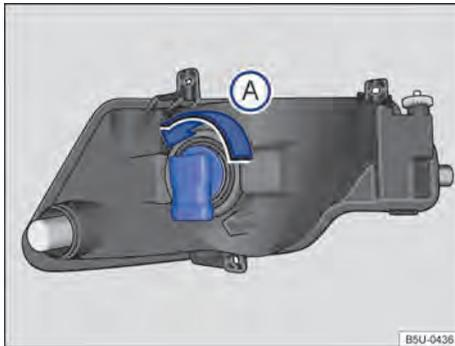

Fig. 110 Atrás do para-choque dianteiro: acesso à lâmpada incandescente do farol de neblina.
3. Girar o soquete da lâmpada → Fig. 110, no sentido anti-horário da seta (A), e desencaixá-lo do alojamento.